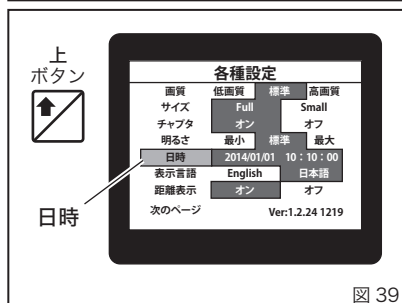

図 39
2. 「上」ボタン ↑ を 3 回押し、液晶モニターのオレンジのカーソルを「日時」に移動します。(図 39)